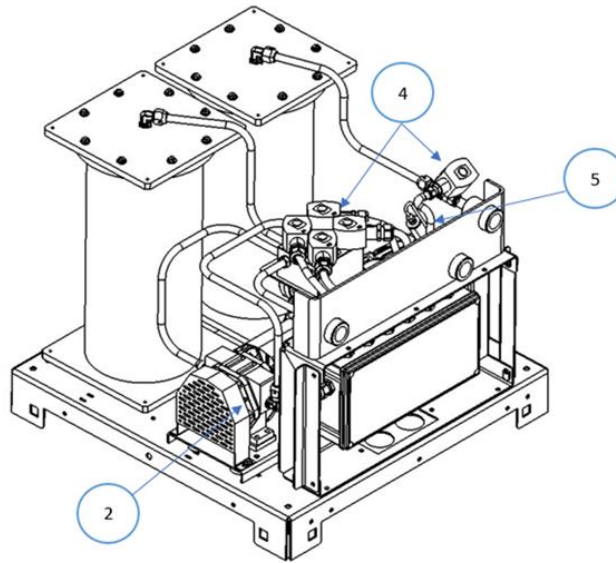

Figura 9-1: Piezas de repuesto de la GREEN MACHINE
- Las piezas de la GREEN MACHINE que se muestran en la imagen y tabla a continuación deben ser suministradas por VST. **Vea la Figura 9-1.**